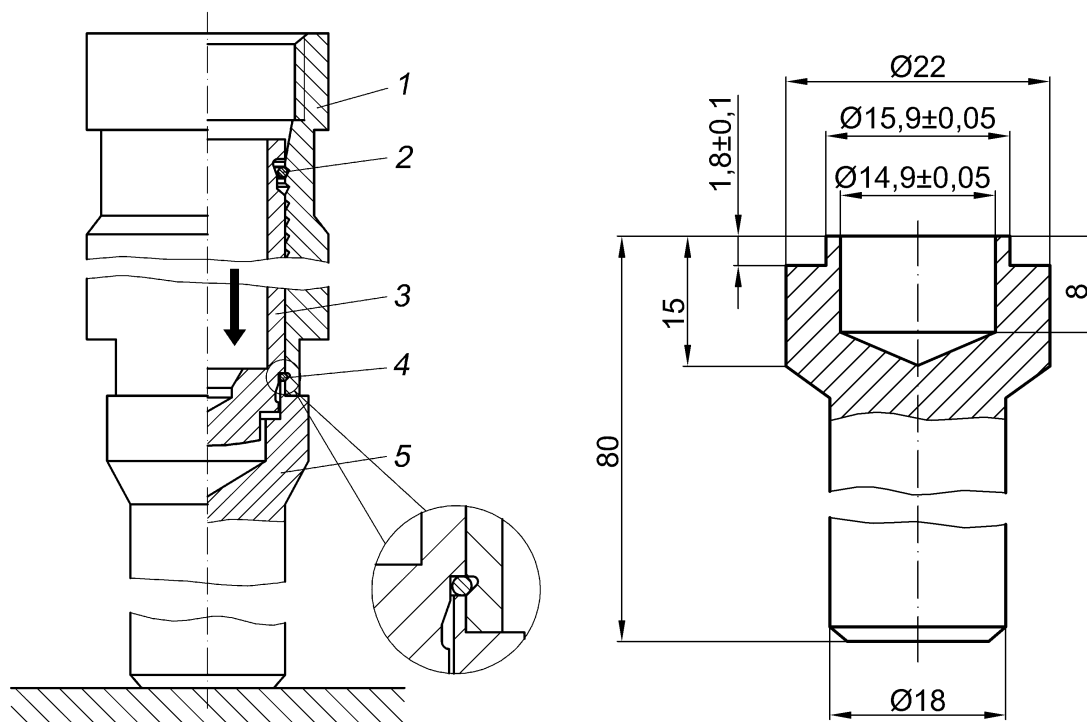

Рис.77. Сборка гидронатяжителя с помощью оправки:
- на закрепленную вертикально оправку 5 (рис.77) установить корпус гидронатяжителя 1;